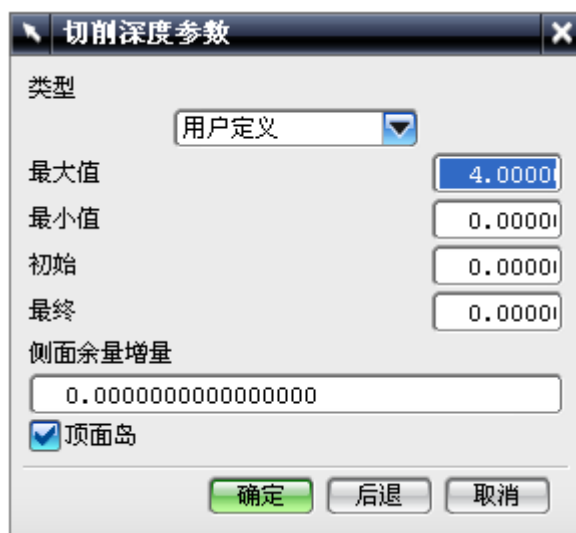

图 9-35
- 单击 , 设置如图 9-35 所示的参数, 单击 OK。